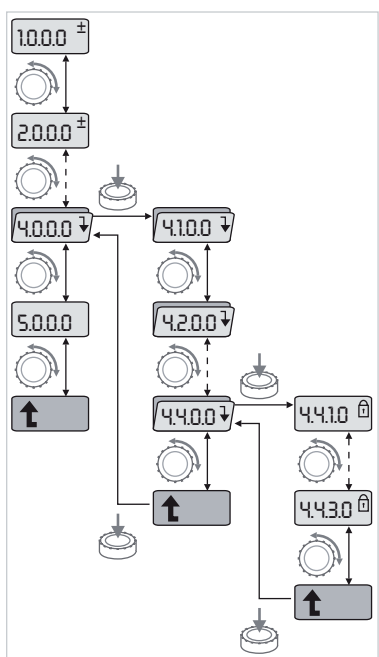

Fig.31: Exemplu de navigare
- Efectuați navigarea generală în meniu după cum urmează (Exemplu vezi fig. 31):